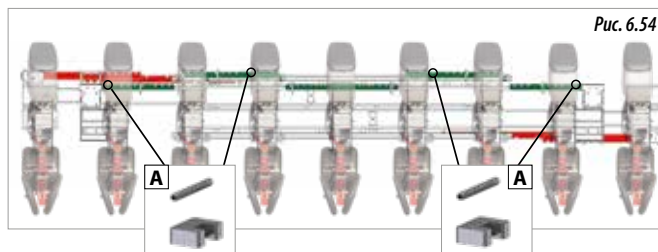
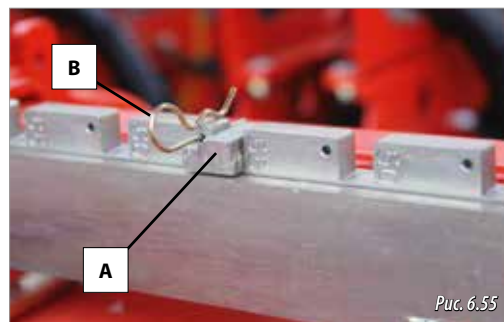

Рис. 6.54
Рис. 6.55
НА ЭТОЙ РАМЕ ИМЕЮТСЯ НЕПОДВИЖНЫЕ ОГРАНИЧИТЕЛИ (А, РИС. 6.54), КОТОРЫЕ ДОЛЖНЫ БЫТЬ ВСЕГДА УСТАНОВЛЕННЫ В ПАЗАХ РЕГУЛИРОВОЧНЫХ ПЛАНКОВ, НА КОТОРЫХ НЕ УКАЗАНЫ НОМЕРА (регулировочные планки ЗЕЛЕННОГО цвета, РИС. 6.54). НИКОГДА, НЕ ПРИ КАКИХ ОБСТОЯТЕЛЬСТВАХ, НЕ УДАЛЯЙТЕ ЭТИ НЕПОДВИЖНЫЕ ОГРАНИЧИТЕЛИ, ЭТО МОЖЕТ ПРИВЕСТИ К ПОВРЕЖДЕНИЮ СЕЯЛКИ.
Для регулировки расстояния между рядами необходимо установить **6 ограничителей открывания между рядами** (А, рис. 6.55) на необходимом расстоянии, которое указано на регулировочных планках высевающих секций (регулировочные планки КРАСНОГО цвета, рис. 6.54). Для регулировки расстояния между рядами действуйте следующим образом:
- 1- Вынуть шплинт (В, рис. 6.55).
- 2- Вынуть ограничитель открывания (А, рис. 6.55).